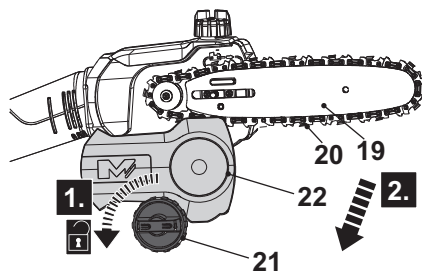

Fig. 5
1. Placez le produit sur une surface plane appropriée, avec le carter de la chaîne de sciage (22) tourné vers vous.
2. Dévissez la molette de verrouillage (21) dans le sens inverse des aiguilles d'une montre, puis retirez-la en même temps que le carter de la chaîne de sciage (22), le guide-chaîne (19) et la chaîne de sciage (20) (Fig. 5).
3. Utilisez un guide-chaîne (19) et une chaîne de sciage (20) neufs de mêmes types, tels que décrits dans la partie « caractéristiques techniques ».